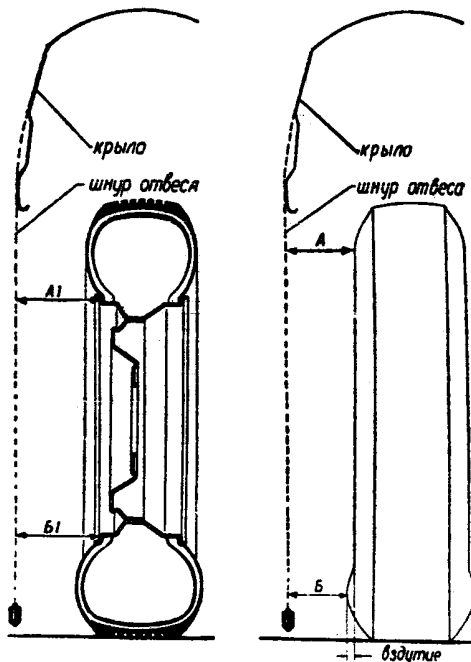

Рис. 57. Проверка развала с помощью отвеса.
3. Проверьте развал колес с помощью отвеса (рис. 57). Для этого установите колеса так, чтобы точки равного бокового биения шин находились в вертикальной плоскости. Затем опустите с крыла шнур отвеса против середины шины внизу в месте ее вздутия.